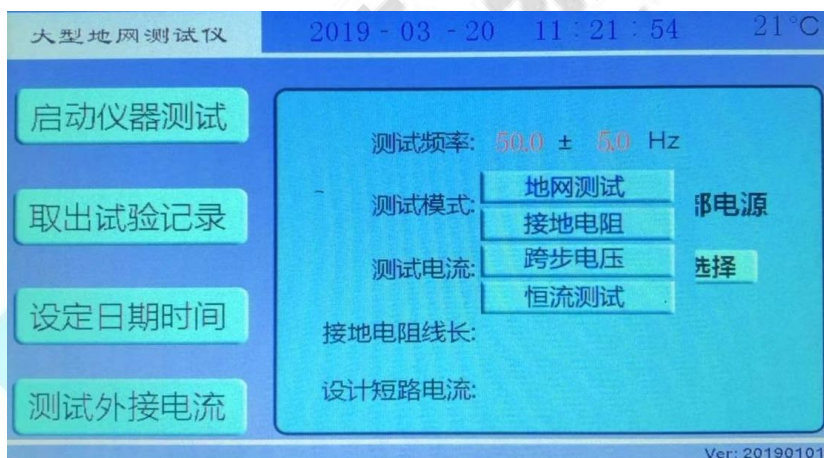

图 6 测试模式选择
2) 测试模式: **地网测试**。此处为下拉菜单 (参考图 6)